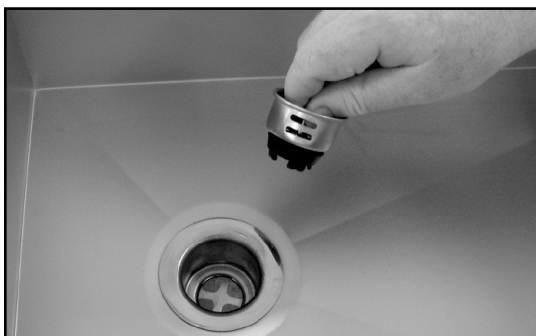

Fig. 43
2. Insérez la bonde dans l'orifice d'évacuation Fig. 43.